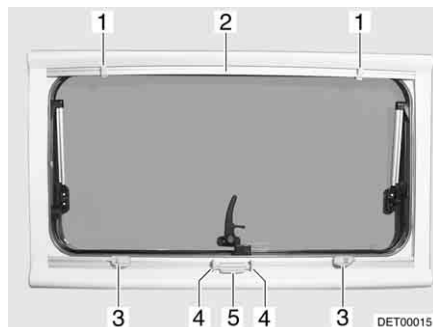

Fig. 14 Fenêtre projetante
- Appuyer sur la poignée (Fig. 14,4) et tirer de bas en haut le store occultant (Fig. 14,5) jusqu'à la hauteur souhaitée.
- Appuyer sur la poignée (Fig. 14,4). Le dispositif de blocage sera alors débloqué.
- Laisser revenir lentement le store occultant (Fig. 14,5) sur la position initiale.
- Tirer la moustiquaire (Fig. 14,2) vers le bas jusqu'à ce qu'elle touche le store occultant (Fig. 14,5).
- En fonction du modèle, faire s'enclencher les verrous (Fig. 14,1) ou le verrou dans les dispositifs de verrouillage (Fig. 14,3) ou le dispositif de verrouillage.
- En fonction du modèle, détacher les deux dispositifs de verrouillage (Fig. 14,3) ou le dispositif de verrouillage.